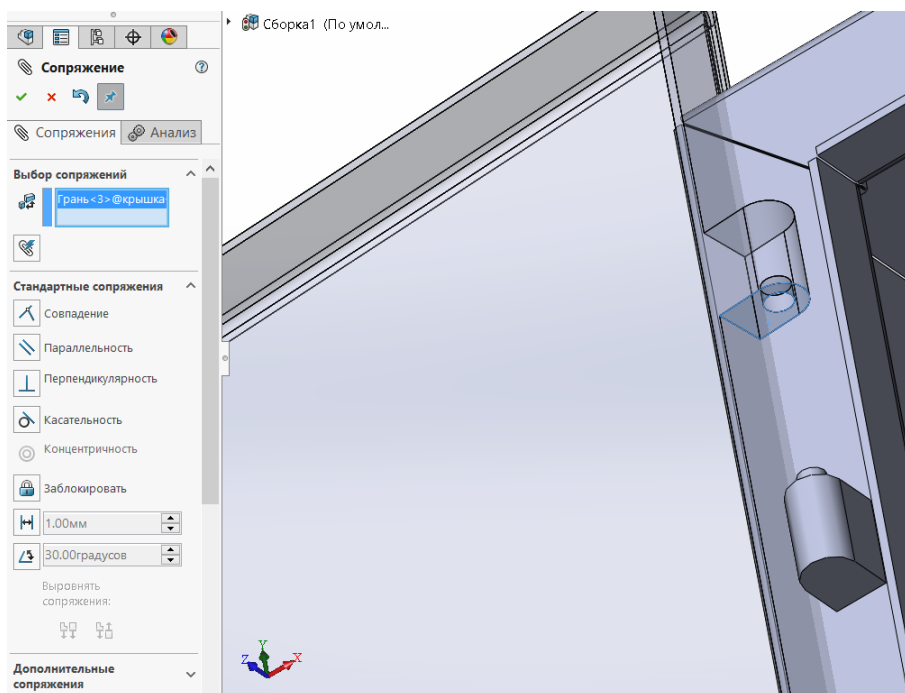

Рисунок 35 – выделение плоскостей петель
46. Выделить нижнюю плоскость петли на крышке (рис. 35) и верхнюю плоскость петли блока. Подтвердить операцию. Результат виден на рисунке 36.